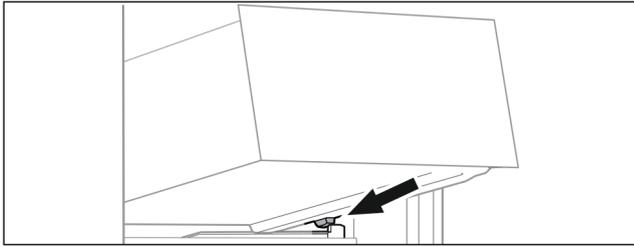

Fig. 58
- ▶ Schubfach schräg hinter den Stopperrücken auf Behälterrippe aufsetzen. (siehe Fig. 58)